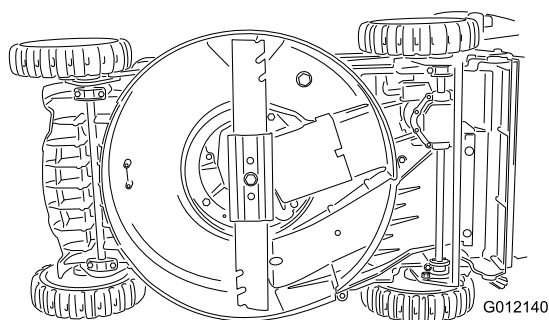

Figure 34
2. Basculez la machine sur le côté (Figure 34), avec la jauge en bas.